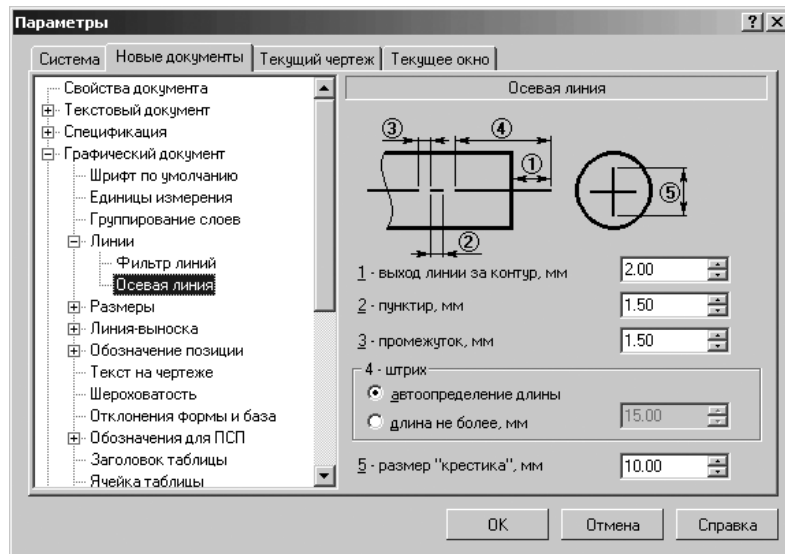

Рис. 10.22. Диалоговое окно **Параметры**
- щелкните в списке настраиваемых элементов **Линии** по пункту **Осевая линия**. В правой части появится панель **Осевая линия**, показанная на рис. 10.22;